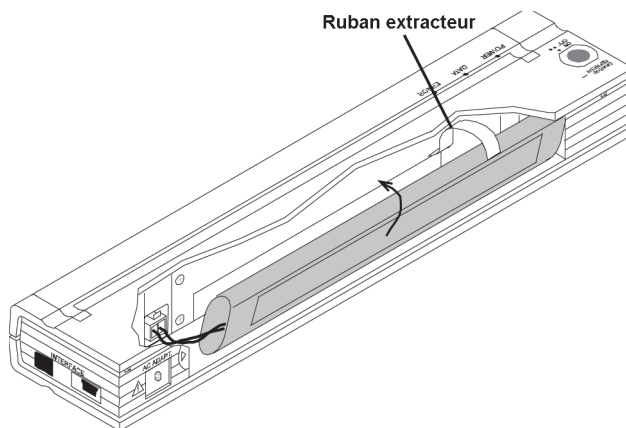

Figure 12. Insertion de la batterie à l'intérieur de son compartiment
4. Saisissez le ruban extracteur attaché à l'intérieur du compartiment de la batterie. Consultez la Figure 12.